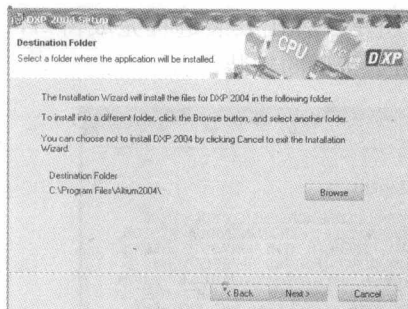
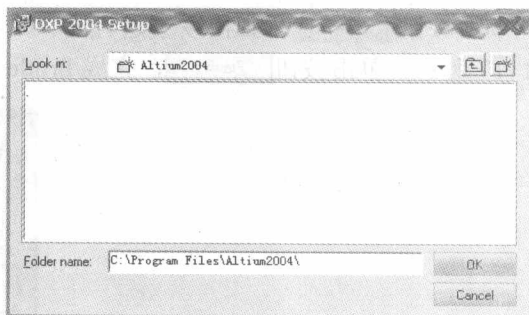
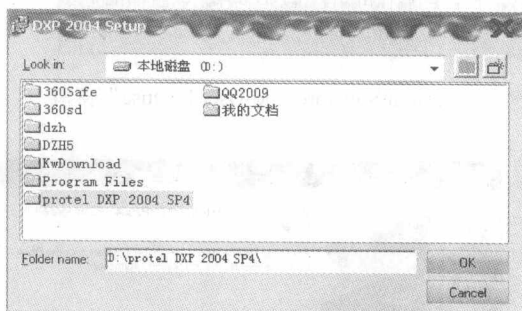

图 1-6 “Destination Folder”对话框
图 1-7 改变路径对话框
图 1-8 具体路径的选择
(3) 单击按钮 **Next >** →弹出“Destination Folder”对话框, 如图 1-6 所示→单击按钮 **Browse** →弹出改变路径对话框, 如图 1-7 所示→选择 D:\protel DXP 2004 SP4 文件夹, 如图 1-8 所示→单击按钮 **OK**, 确定安装路径。